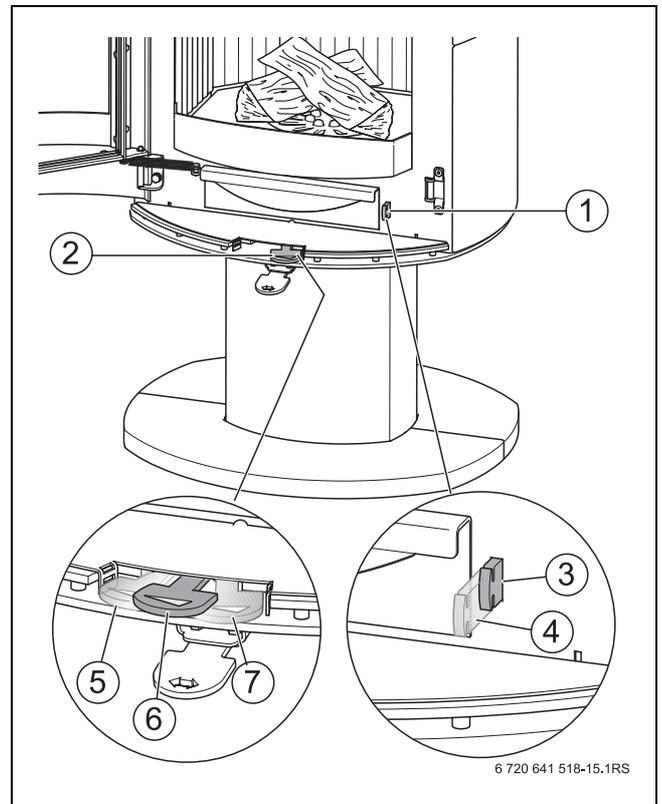

Fig. 4 Leve della presa d'aria comburente e della griglia a vibrazione
La leva della presa d'aria comburente (→ fig. 4, [2], pag. 9) serve per regolare sia l'aria primaria che l'aria secondaria.
La leva della griglia a vibrazione (→ fig. 4, [1], pag. 9) può essere utilizzata per regolare l'alimentazione dell'aria primaria (adduzione dell'aria comburente).
La leva della griglia a vibrazione resta inserita (→ fig. 4, [3], pag. 9).
- ▶ Quando il combustibile è bruciato tutto trasformandosi in brace, e non sono più visibili fiamme, chiudere la leva dell'aria comburente (→ fig. 4, [5], pag. 9). La brace brucia lentamente con l'aria minima.